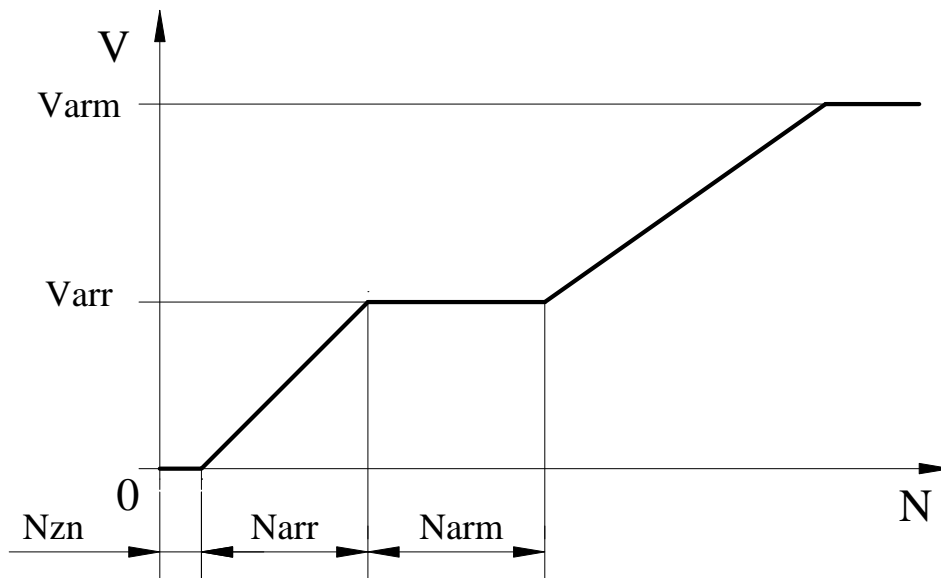

Рис.5. Скорости удержания в зависимости от модуля отклонения от точки удержания.
3.6.6.5. **Номер 4** – Varg (мм/сек) – малая скорость движения при удержании (арретировании) (**рис.5**).
3.6.6.6. **Номер 5** – Varm (мм/сек) – максимальная скорость движения при удержании (**рис.5**).
3.6.6.7. **Номер 6** – Narm (мм) – участок скорости движения при удержании, где  $V=Varg$  (**рис.5**).
- 3.8.10.4. **Номер 1** – *C\_err* – участок движения (**рис.5**), на котором произошла ошибка при наличии синхронизации, *C\_err*=11 при отсутствии синхронизации.